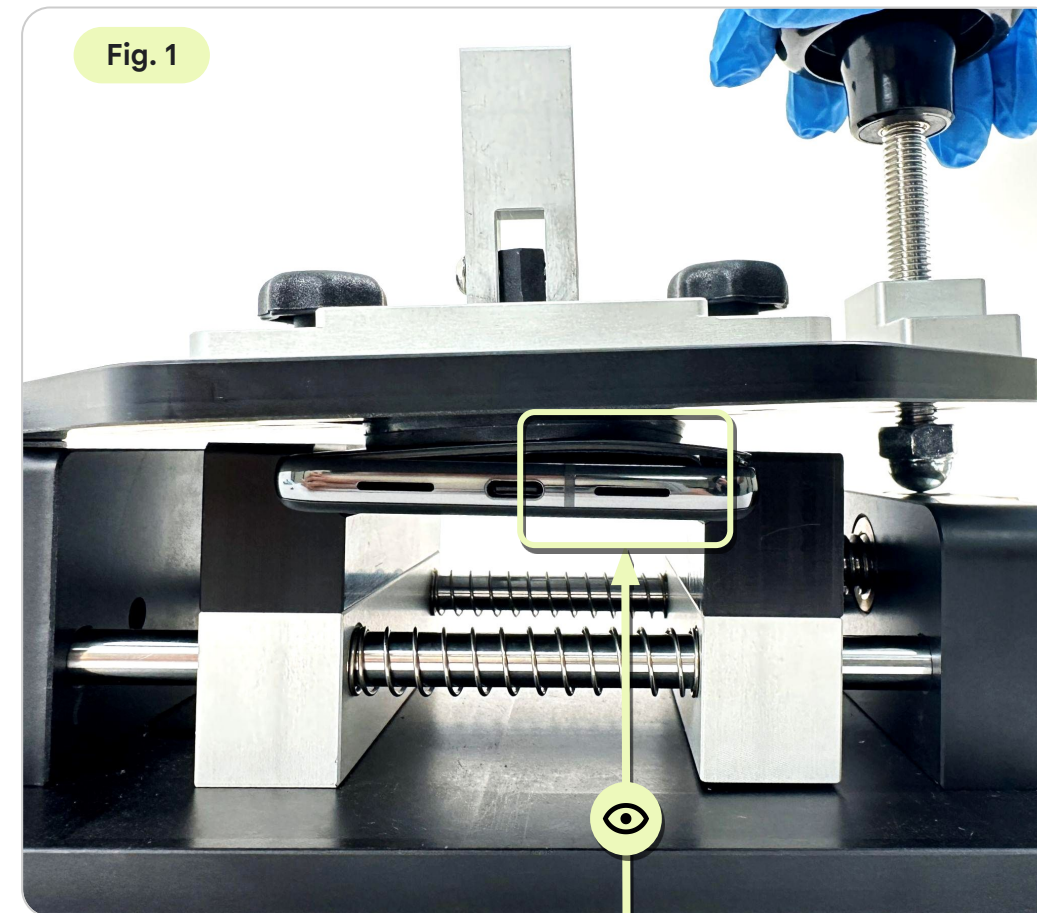

Fig. 1
- Réglez la ventouse pour qu'elle soit à 1,8 cm du bord du couvercle à charnière (Fig. 1).
- Soulevez la manette de la ventouse pour qu'elle adhère (Fig. 1).
- Tournez lentement la molette pour désolidariser le **module d'affichage** du **boîtier** (Fig. 1).
- À mesure que les deux parties se séparent côté USB, insérez une pellicule de protection pour empêcher la colle de les solidariser à nouveau (Fig. 1).
- Placez le médiateur en biais pour ne pas l'insérer entre l'**écran** et le **pourtour** (Fig. 1).
- Faites glisser le **médiateur antistatique de démontage universel** de biais le long des côtés 2 et 3 (Fig. 1).